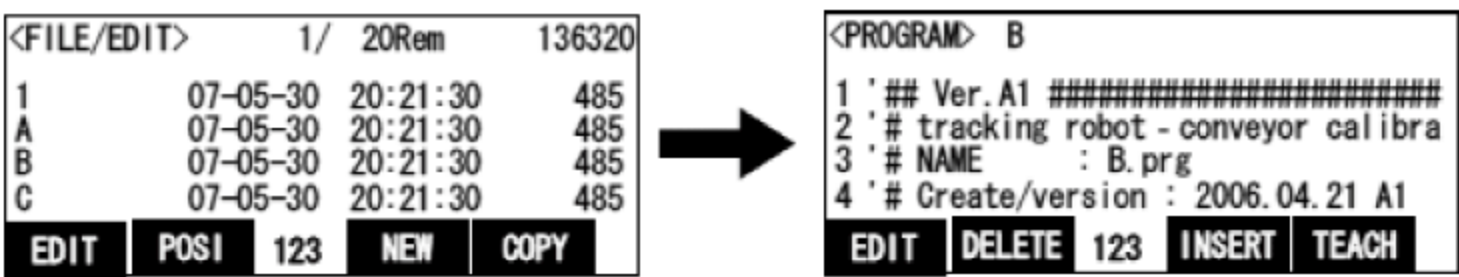

图 29-15 < PROGRAM >屏幕
- (5) 选择 B 程序并按 Exe 键,显示< PROGRAM >屏幕,如图 29-15 所示。